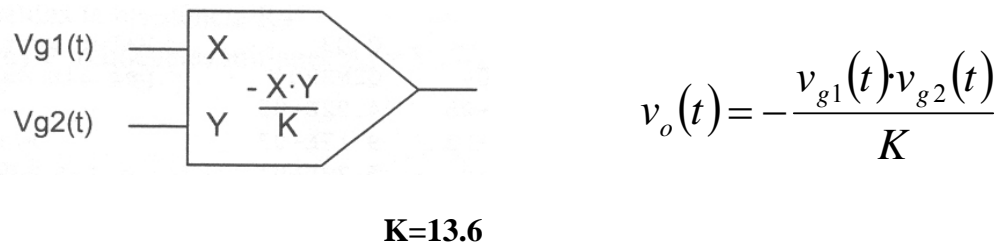
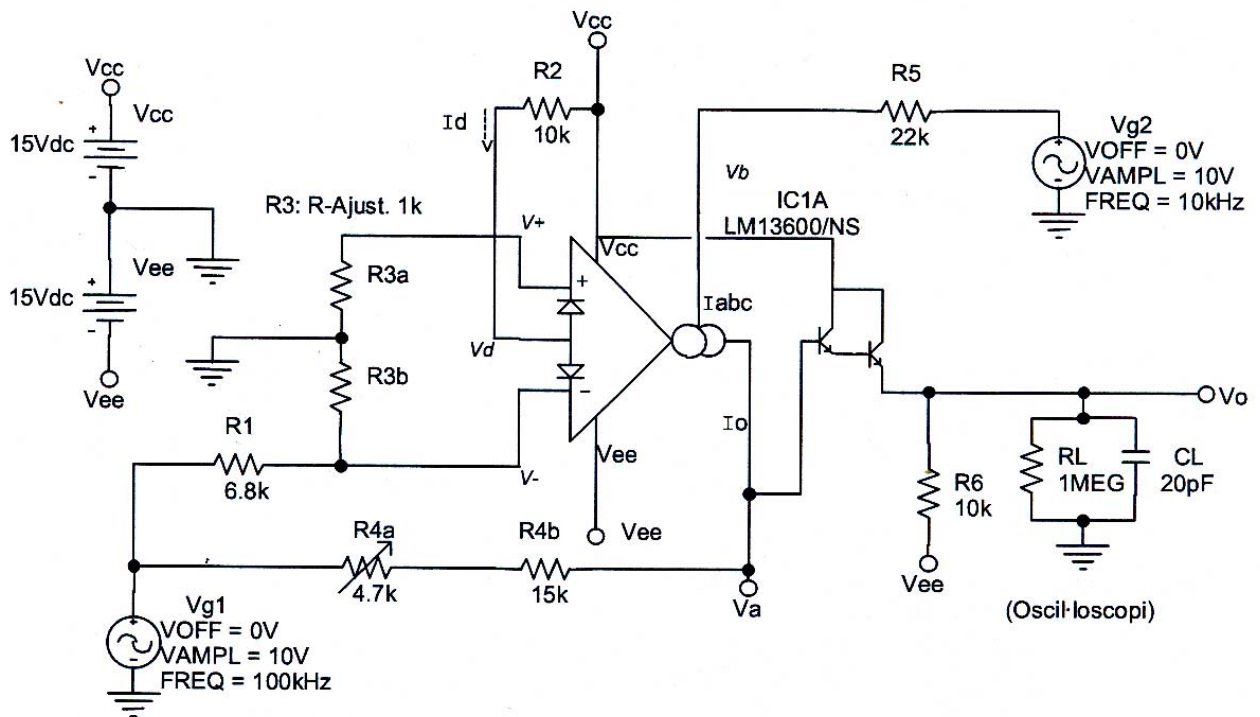

Figura 1.- Símbol del multiplicador analògic
Figura 2.- Esquema elèctric del multiplicador de quatre quadrants proposat
L'aplicació analògica no lineal que realitzareu al laboratori es tracta de la **multiplicació de quatre quadrants**. Aquesta funció (figura 1) té una importància molt important en el desenvolupament d'equips electrònics tant industrials (mesura del valor eficaç real d'un senyal analògic, potència rms de la xarxa elèctrica, etc) com de comunicacions (moduladors i demoduladors, control automàtic de guany, etc). Els senyals $v_{G1}(t)$ i $v_{G2}(t)$ són bipolars en un marge dinàmic de $\pm 10V$ i fins a una freqüència de 1MHz. La seva implementació electrònica es realitza mitjançant el dispositiu OTA LM13600 tal i com mostra la figura 2.
- Després d'haver muntat el circuit de la figura 2 fora de l'horari lectiu, Munteu el circuit de la figura 2. La resistència R_3 és un potenciòmetre de $1K\Omega$ amb el cursor a massa i utilitzeu un potenciòmetre de $10K\Omega$ per implementar R_4 . Amb $v_{g1} = v_{g2} = 0V^1$, mesureu amb el multímetre les tensions en DC als següents punts: V_A , V_B , V_D , V^+ , V^- i els corrents I_D , I_{ABC} .
- 2) **Minimització de l'error de sortida (V_{os}).** L'expressió (1) indica que per tal d'obtenir la sortida ideal de la figura 1, es necessari realitzar certs ajustaments en el circuit (Concretament, minimitzar la tensió d'offset de sortida del amplificador operacional V_{OS} com el guany K_I). Per tant, amb $v_{g1} = v_{g2} = 0$, ajusteu R_3 fins aconseguir $V_A = 0$ (la mínima possible). Quan val V_O després de realitzar aquest procés?